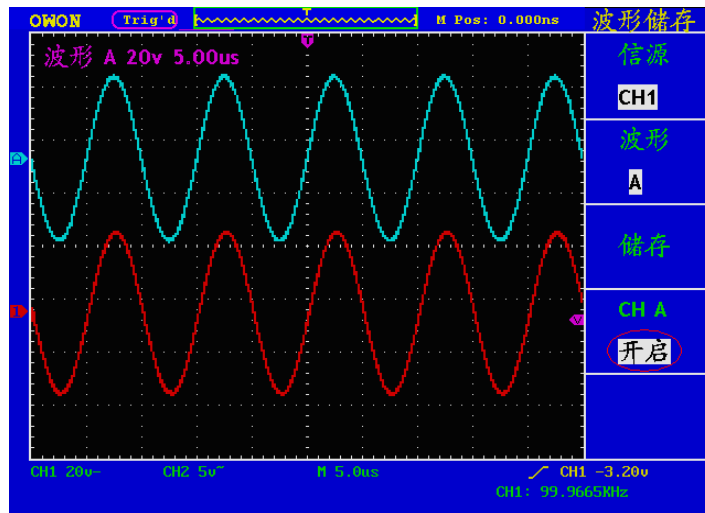

图5-38：波形储存
- 4、按 **F4** 菜单选择键，选择CHA为 **开启**，存储的波形A就显示在屏幕中。显示区的左上角同时显示波形A的电压档位和时基档位。见图5-38：